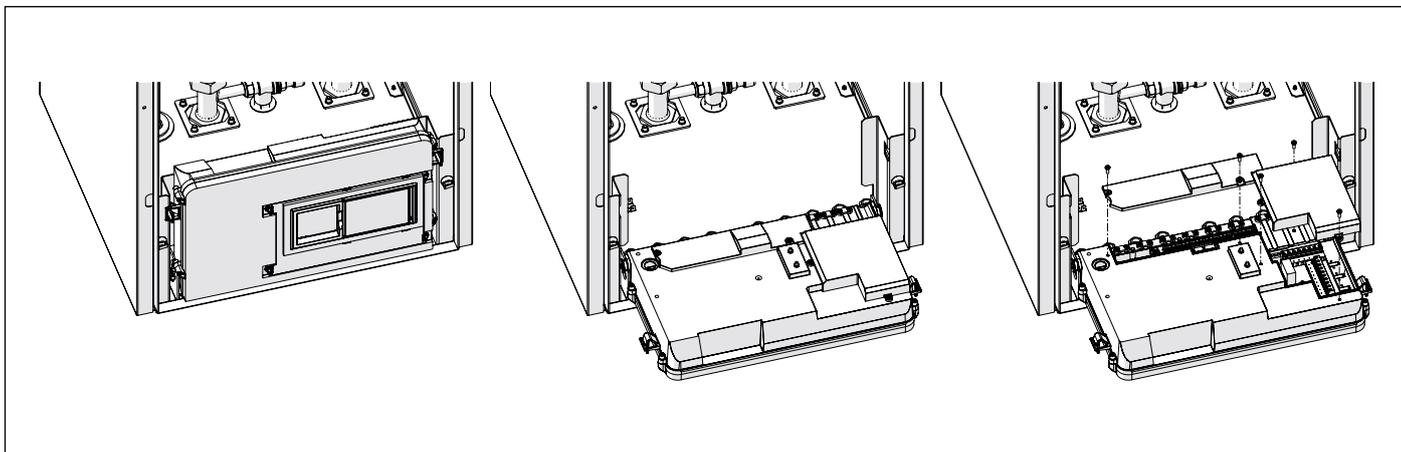

Рис. 23 Блок електрики
- Поверніть блок електрики вперед на 90° (див. Рис. 23 Блок електрики).
- Зніміть дві кришки з зовнішніх електричних з'єднань (А і В), послабивши гвинти, що кріплять їх до блоку електрики (див. Рис. 23 Блок електрики).